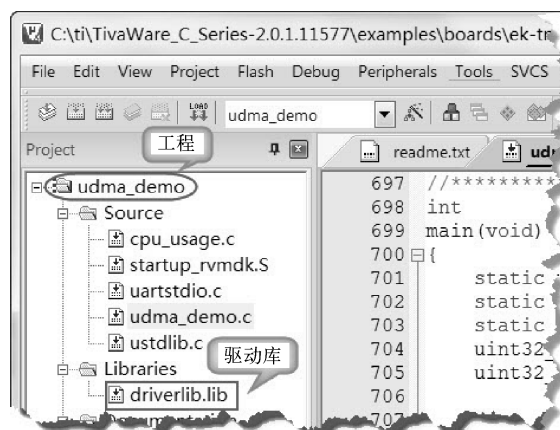

图 13-5 导入的 udma_demo 工程
2) 在 C:\ti\TivaWare_C_Series-2.0.1.11577\examples\boards\EK - TM4C123GXL\目录下导入 udma_demo 工程, 如图 13-5 所示。